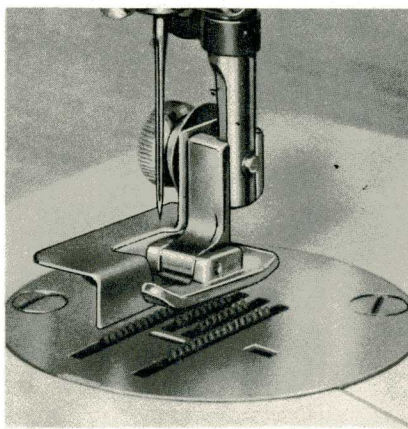

FIG. 88
- 5/A-3 Appliquer le guide 90-009 de telle manière que la lame du guide dépasse la partie inférieure du pied de biche (fig. 88).